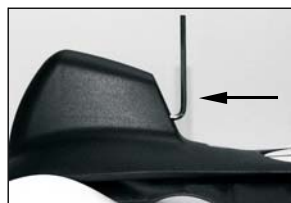

Abb. 2 Justierschraube 2,5mm
3. Sechskantschlüsse 2,5mm mit Kugelkopf schräg (Abb.2) in unteren Gewindestift einsetzen.
4. Beim einschrauben des Gewindestiftes (Abb.2) wird der Laserstrahl nach rechts und beim Ausschrauben wird der Laserstrahl nach links verschoben.